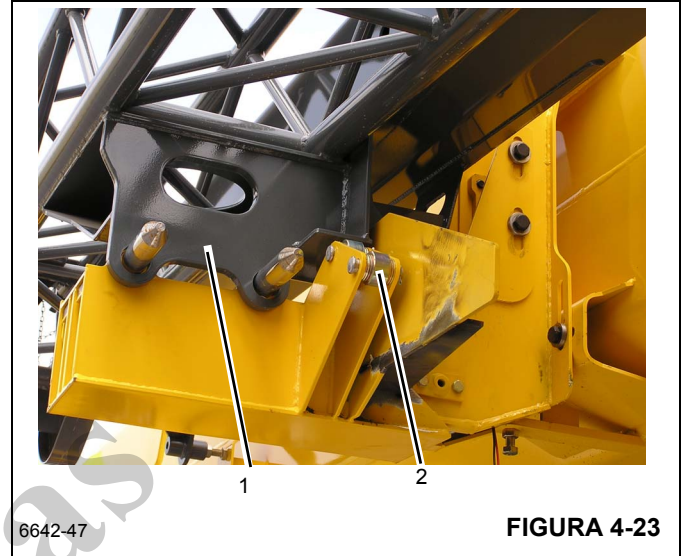

FIGURA 4-23
13. Estenda a lança aproximadamente 60,9 cm (2 pés) para mover a extensão (1, Figura 4-23) para fora da rampa (2).